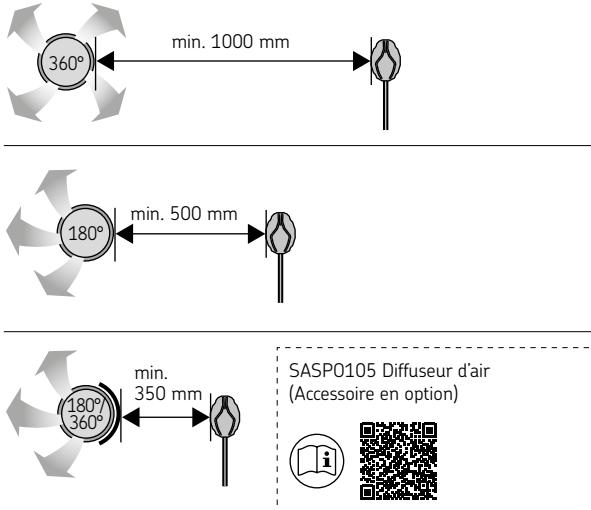

Figure 9. Distance minimale entre la bouche d'air et le capteur
- **Ventilation mécanique** : la bouche de ventilation doit être installée dans la partie supérieure du sauna de façon à ne pas gêner le fonctionnement du capteur de température. (Figure 9. Distance minimale entre la bouche d'air et le capteur)